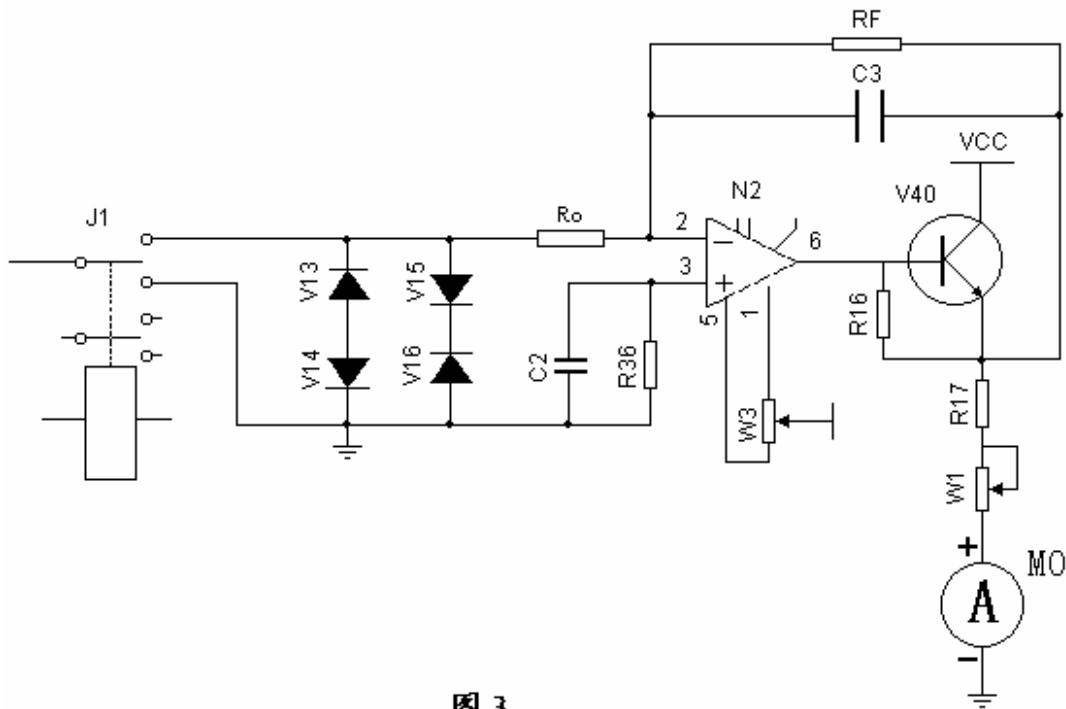

图3
1、测量放大器：见图3，由 N_2 、 V_{40} 、 R_0 、 R_f 组成100倍反相比例放大器。由于有较深的负反馈，漏电流表的读数有良好的线性和很小的零飘，所以仪器面板不设置调零。用户可在定期计量或检修时进行检查，必要时调整仪器内的电位器 W_3 、 W_1 予以满足。